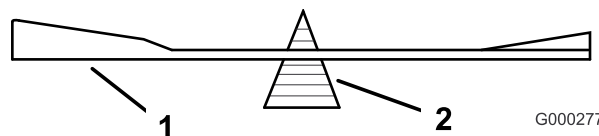
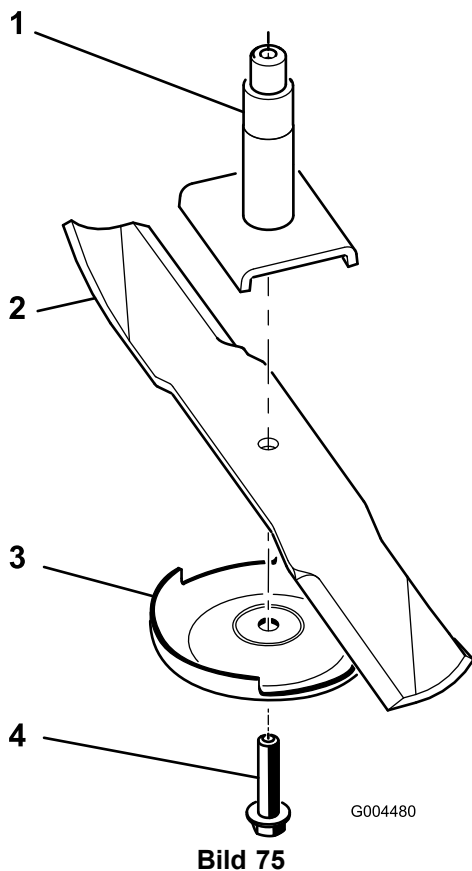

Bild 74
Bild 75
2. Überprüfen Sie die Auswuchtung des Schnittmessers auf einer Ausgleichsmaschine (Bild 74). Wenn das Schnittmesser in seiner horizontalen Position bleibt, ist es ausgewuchtet und kann wiederverwendet werden. Feilen Sie, wenn das Schnittmesser nicht ausgewuchtet ist, vom Flügelbereich des Messers etwas Metall ab (Bild 75). Wiederholen Sie diesen Vorgang, bis das Messer ausgewuchtet ist.
2. Entfernen Sie die Messerschraube, die Antiskalpierplatte und das Messer von der Spindelwelle (Bild 75).
1. Setzen Sie das Messer auf die Spindelwelle (Bild 75).
2. Montieren Sie die Antiskalpierplatte und die Messerschraube (Bild 75).